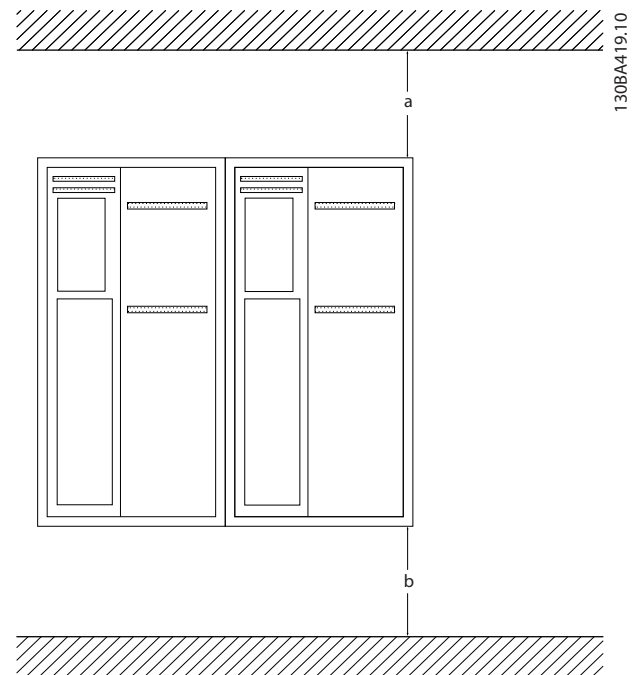

図 2.1 上部および下部の冷却用空きスペース
- 上部と下部に冷却用空きスペースを確保する必要があります。一般的に、100-225 ミリ (4-10 インチ) が必要です。空きスペースについては図 2.1 を参照してください